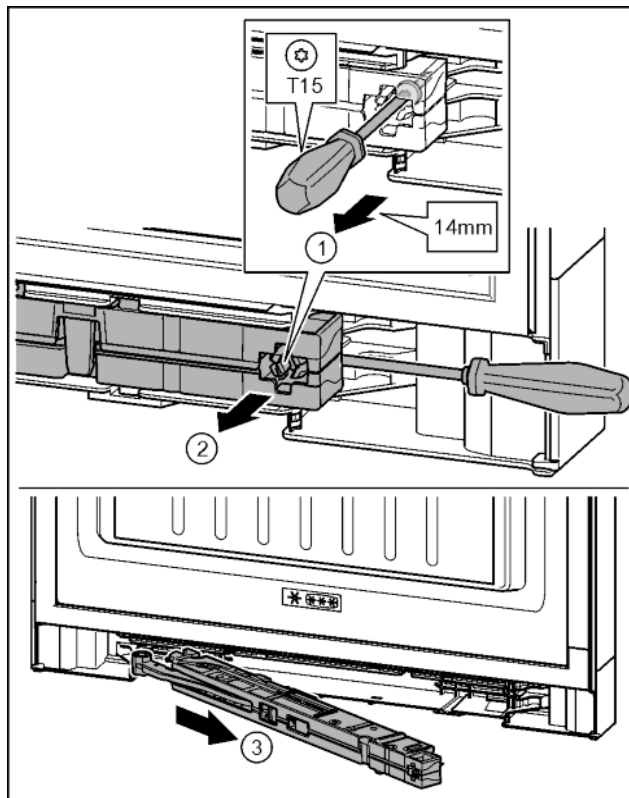

Fig. 20
► За допомогою викрутки T15 ослабте гвинт на демпферному вузлі приблизно на 14 мм. Fig. 20 (1)
► Перемістіть викрутку з боку ручки за демпферний вузол. Поверніть вузол уперед. Fig. 20 (2)
► Витягніть вузол. Fig. 20 (3)